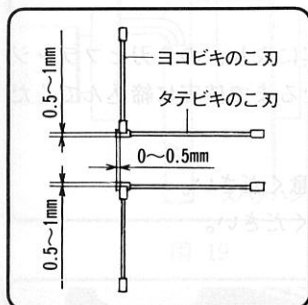

図 24
- (1) アジャストボルトを付属の両口スパナ(13mm)でゆるめます。
- (2) アジャストボルトを移動させて、図24の位置になるようヨコビキのこ刃を調整します。
- (1) ケーシング取付け上下2本のボルトを付属の両口スパナ（13mm）でわずかにゆるめます。
- (2) ソーカバを動かして、図24の位置になるよう調整します。
タテビキのこ刃とヨコビキのこ刃は、図24のように調整してください。